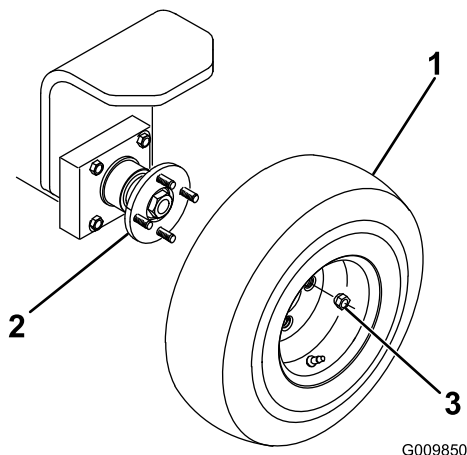

Figura 2
1. Montate il gruppo ruota sul mozzo della ruota posteriore (Figura 2).
2. Installate e (Figura 2) serrate i dadi a staffa ad un valore compreso tra 61 e 88 Nm.